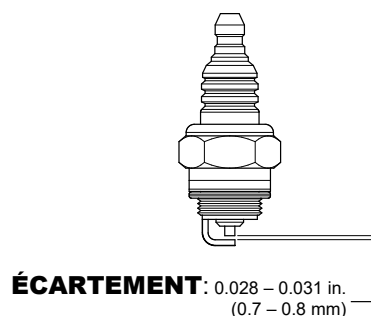

Figure 34. Écartement de la bougie d'allumage
1. Retirez et nettoyez la bougie d'allumage, puis réglez l'écartement à 0,6~0,7 mm (0,024~0,028 pouce) (Figure 34). Cet appareil est équipé d'un système d'allumage électronique qui ne nécessite aucun réglage.